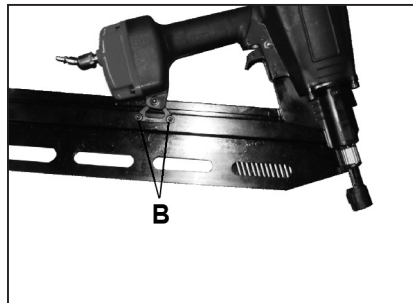

Bild 9
- 2) Avlägsna de två muttrarna (B på bild 9).